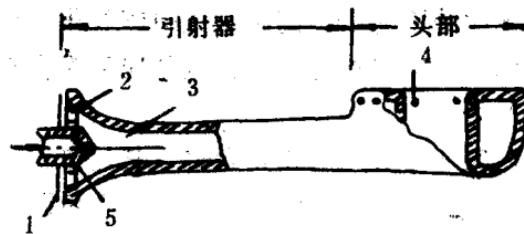

图1 大气式燃烧器示意图
(1) 燃气燃烧器种类。燃气燃烧器是用来组织燃气燃烧的，使燃气的化学能转化为热能。按燃烧时一次空气供应量（即一次空气系数大小），燃气燃烧器可分为：扩散式、大气式和无焰式燃烧器。
①扩散式燃烧器。工作时，燃气在一定压力下进入燃烧器内，经火孔逸出后，从周围空气中获得氧气而燃烧，形成扩散火焰，其一次空气系数为零。
②大气式燃烧器。预先混合部分空气进行燃烧的燃烧器。一次空气系数通常为0.6~0.9。燃烧器由头部及引射器两部分组成，如图1所示。工作时，靠燃气本身的喷射能量吸入一次空气，并在引射器内均匀混合，然后经过头部火孔喷出进行燃烧，形成有明显内、外锥体的蓝色火焰。由于一次空气是靠燃气喷射吸入的，所以，这种燃烧器又叫引射式燃烧器。一次进风口一般设有调节进风量装置的调风板，通过调节调风板可以控制一次空气进入量的大小，从而调节火焰内、外锥大小和燃烧温度。